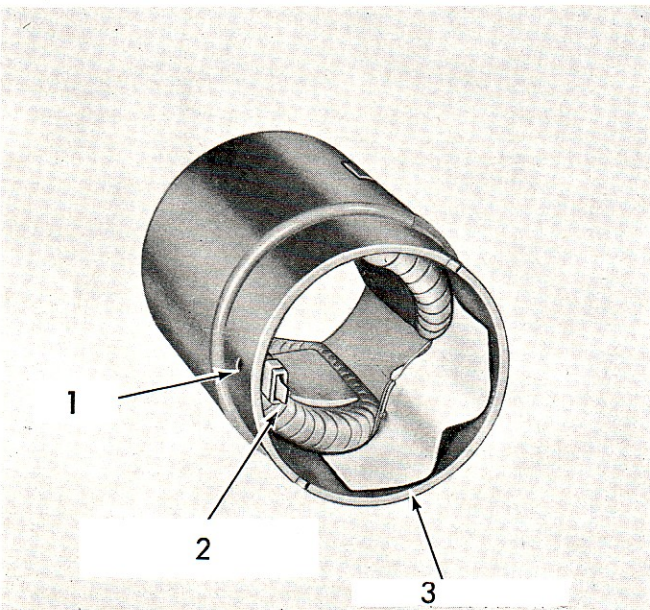

Fig. 19.
1. Percer et chasser le rivet fixant le bloc de borne des bobines d'excitation sur la carcasse (Voir Fig. 19). Enlever l'isolant de borne et la rondelle.
8. Fixer le bloc de borne dans la carcasse (Voir Fig. 19) avec la vis et la rondelle. Bloquer la vis.
9. Replacer l'isolant des bobines d'excitation (Fig. 19).